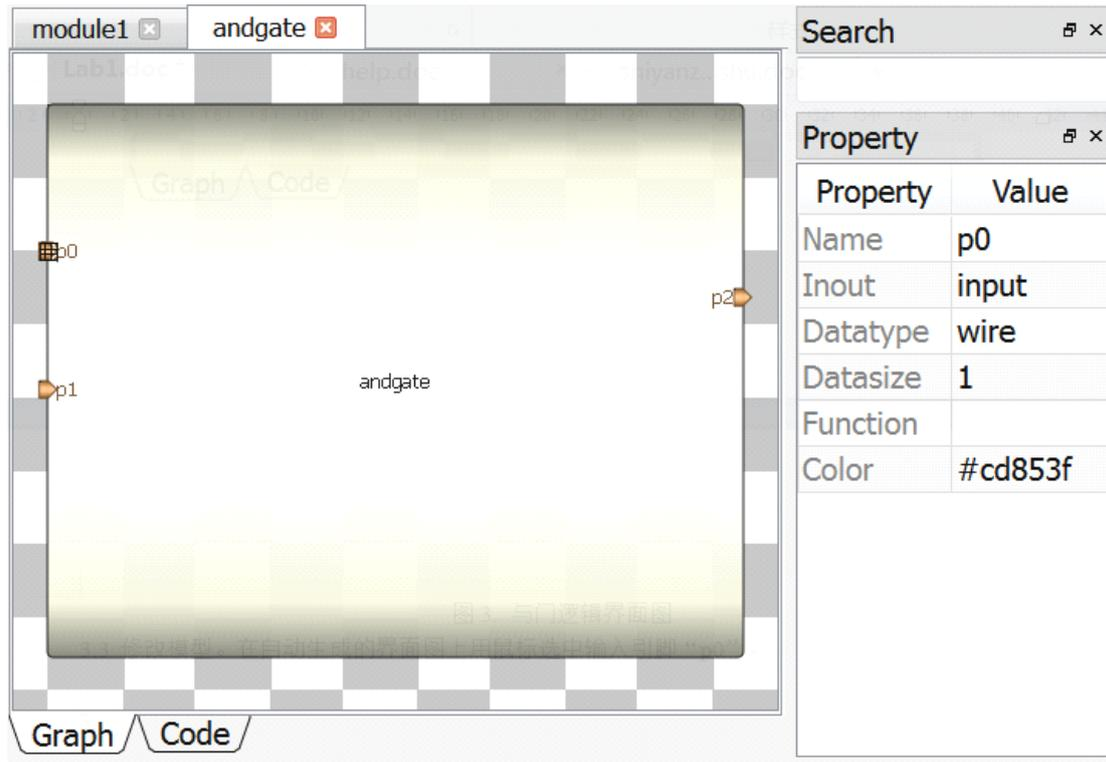
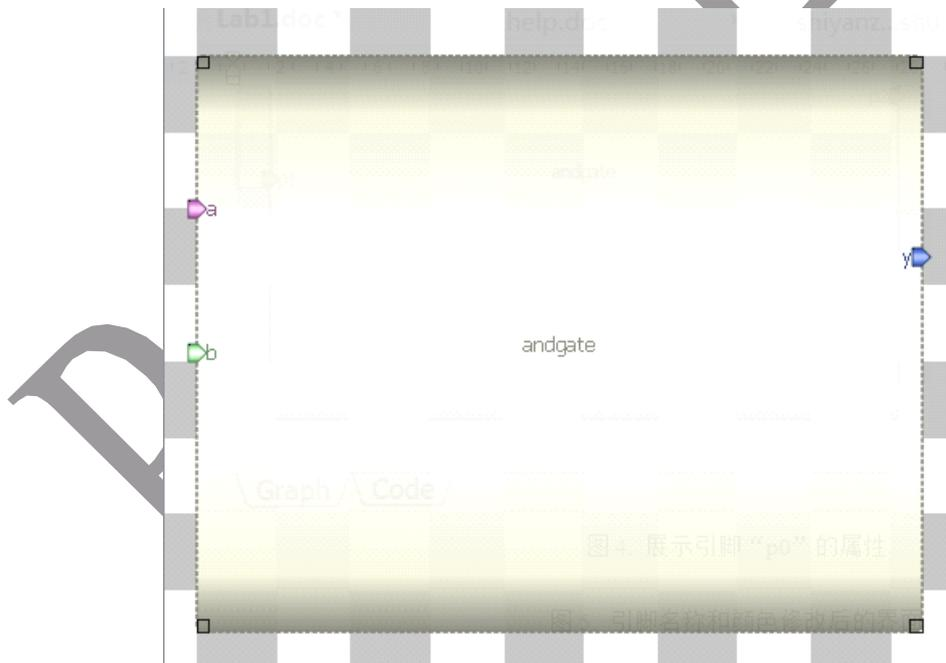

图 4. 展示引脚“p0”的属性
图 5. 引脚名称和颜色修改后的界面
- 2) 修改模型。在自动生成的界面图上用鼠标选中输入引脚“p0”，右侧的属性编辑栏就会展示该引脚相对应的属性如图 4 所示。每条属性有其对应的名称。为了跟实验设计名称一致，我们把 p0 的名称改成 a，p1 的名称改成 b，p2 的名称改成 y。修改的方法是在属性编辑器 Name 栏里面修改并点回车。为了区分每个引脚，我们可以修改每个引脚的 Color 值，并点回车保存。修改完成后如图 5 所示。